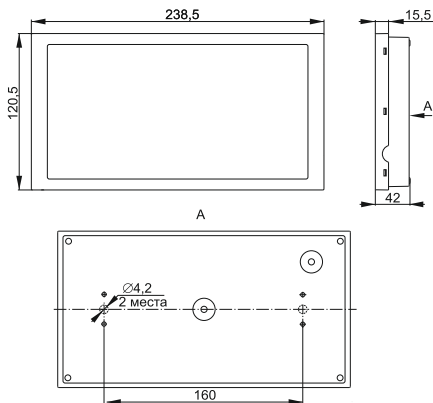

Рисунок 1
5.3.4 Просверлить на оборотной стороне корпуса светильника два монтажных отверстия диаметром 4,2 мм на расстоянии 160 мм (рисунок 1).